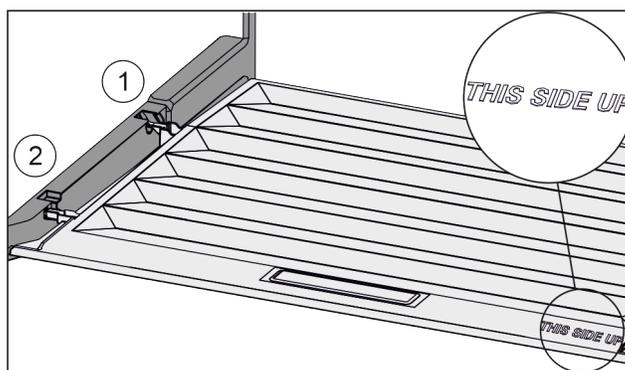

Fig. 115
- Introduire les rainures du couvercle par l'orifice du support arrière Fig. 115 (1) et les enclencher à l'avant dans le support Fig. 115 (2).